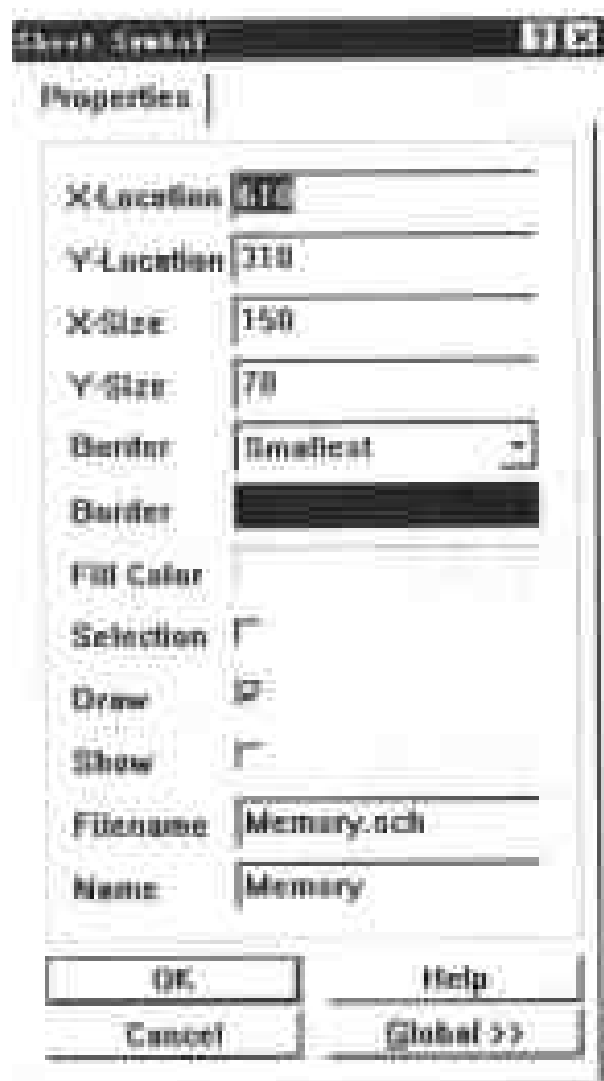

图 2-68 方块电路图属性对话框
(1) 进入原理图设计环境, 建立一个新的层次原理图文件。
(2) 单击绘制原理图工具条上的  或执行菜单命令 Place/Sheet Symbol, 启动绘制方块电路操作。
(3) 执行命令后, 这时光标变成十字形状, 并带有一个方块电路, 将光标移动到适当的位置后, 单击鼠标左键, 确定方块电路图的左上角位置, 然后拖动鼠标, 移动到合适位置后, 单击鼠标左键, 确定方块电路图的右下角。在图纸的合适位置将每个方块电路放置好后, 单击鼠标右键则可退出绘制方块电路状态。
(4) 编辑电路方块图, 用鼠标左键双击方块电路图后, 会弹出如图 2-68 所示的方块电路图属性对话框。例如将 Filename 选项设置为 Memory.sch, 表明该电路代表 Memory 模块, 将 Name 选项设置为 Memory, 表明了此方块电路的名称。